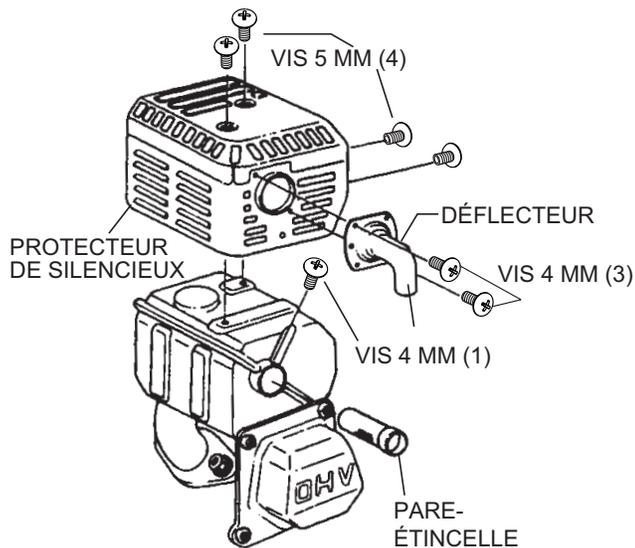

Figure 31. Démontage du pare-étincelle
1. Retirez les vis de 4 mm (3) du déflecteur d'échappement, puis enlevez-le (Figure 31).
2. Enlever la vis de 5 mm(4) qui est sur le protecteur de silencieux, puis démontez le protecteur de silencieux.